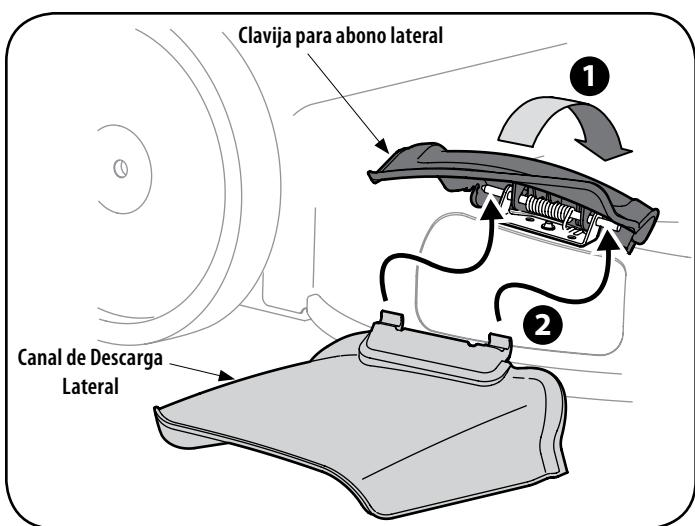

Figura 8
1. En el costado de la podadora, levante el adaptador para abono. Vea Figura 8.